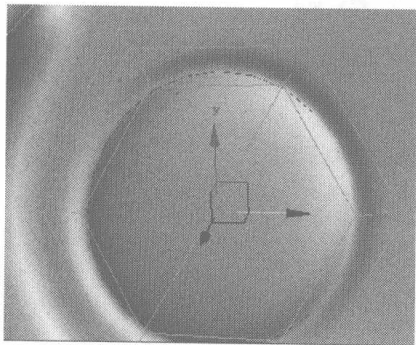
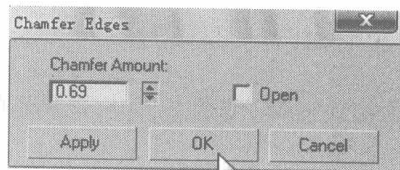

图 6.85
图 6.86
- 19 选择如图 6.85 所示的曲线，在 Edit Edges 卷展栏中单击 **Chamfer** 按钮，在弹出的对话框中设置边线的倒角参数，如图 6.86 所示。